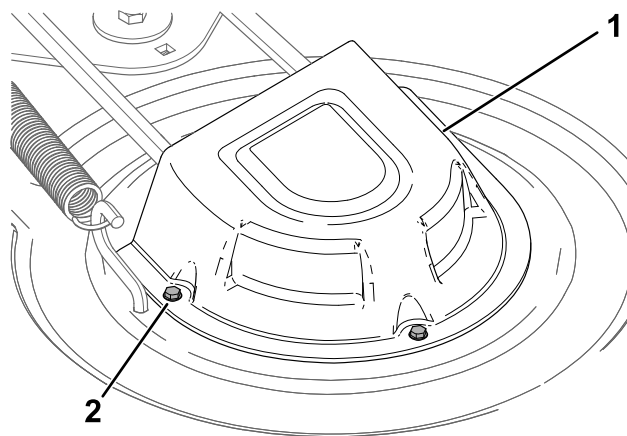

Figura 56
4. Slăbiți uruburile și scoateți capacele de fulie (Figura 56).